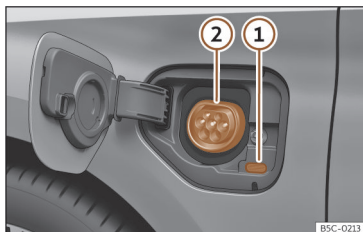

Fig. 56 Detrás de la tapa de carga de la batería en la parte delantera izquierda: Toma de carga.
>>> **fig. 56**
- Con el vehículo desbloqueado, al presionar la tapa de carga de la batería esta se abre >>> **fig. 56**.